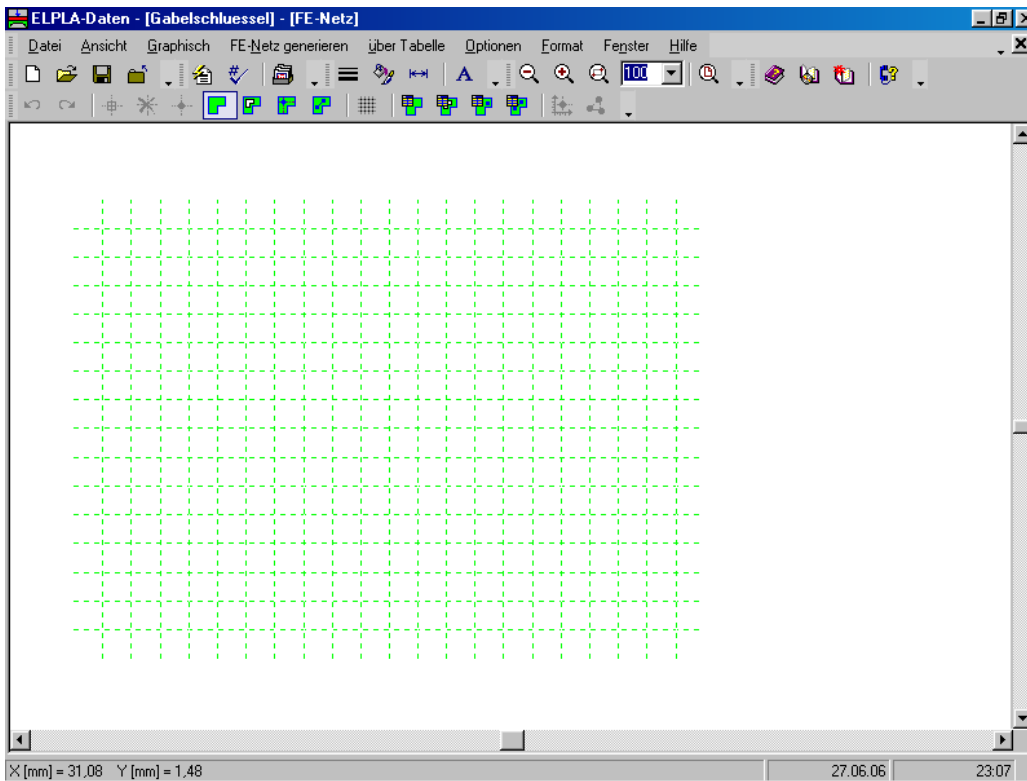

Bild 5-12 Imaginäres Netz einer rechteckigen Fläche auf dem Bildschirm
*ELPLA* generiert ein imaginäres FE-Netz für eine rechteckige Fläche. Im Bild 5-12 erscheint dann das generierte imaginäre Netz.